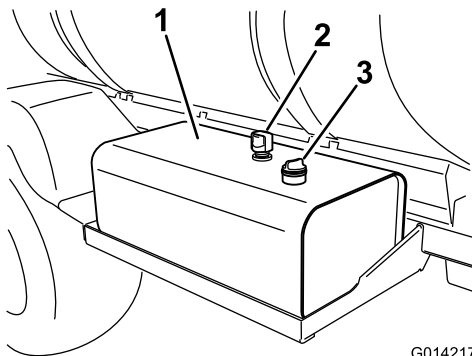

Figure 92
2. Nettoyez la surface autour du bouchon-jauge du r servoir d'huile hydraulique et enlevez-le (Figure 92).